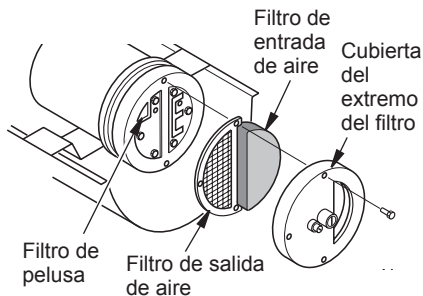

Figura 8 - Filtros de salida de aire, entrada de aire y de pelusa
2. Extraiga los tornillos de la cubierta del extremo del filtro con un destornillador para tuercas de 5/16" (consulte la figura 8).